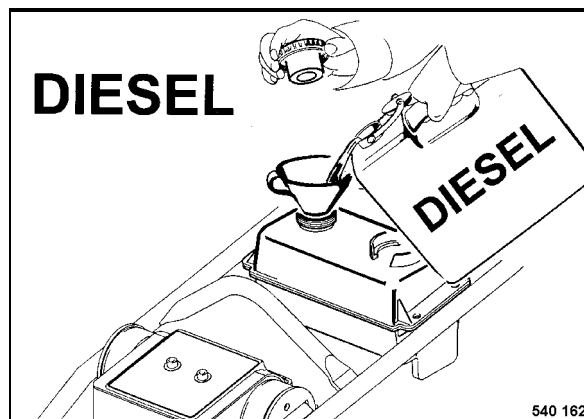

Fig. 6
- Después del llenado volver a cerrar la tapa firmemente (Fig. 6).